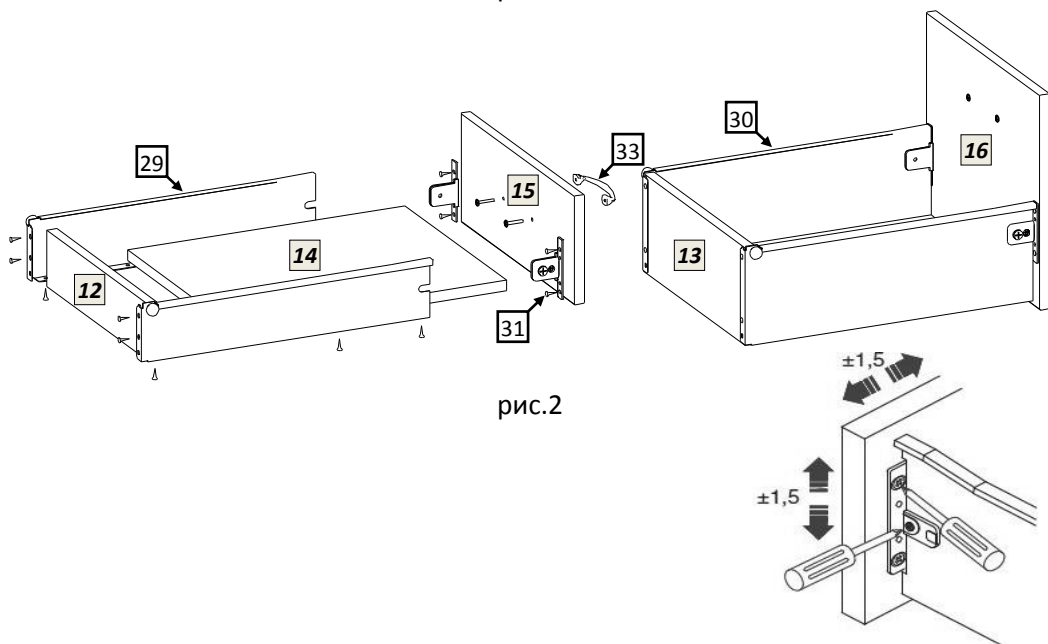

рис.2
- 5.6 Сборка выдвигающих ящиков. Схема сборки ящиков показана на рис.2. Шурупами 4x16 соедините заднюю стенку, днище ящика и его фасад с металлическими боковинами направляющего механизма. На фасад ящика установите ручку. Установите в тумбу стола собранные ящики. При необходимости отрегулируйте зазоры винтами крепёжного фасадного элемента метабоксов.